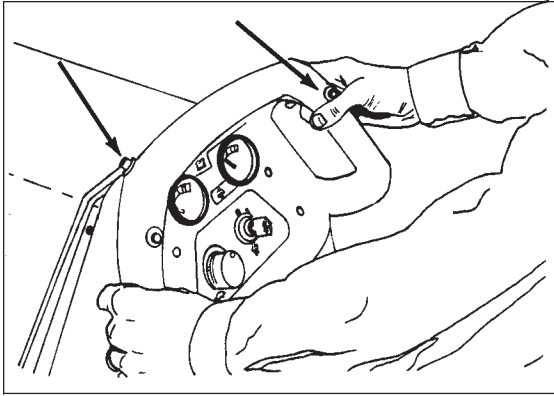

Figure 4
8. While pushing in the white reverse switch, push in either the right or left forward/reverse switch at the same time. See figure 4.
8. Tout en maintenant enfoncé l'interrupteur blanc "marche arrière", appuyez sur un des interrupteurs marche avant/arrière (gauche ou droit). Voir figure 4.